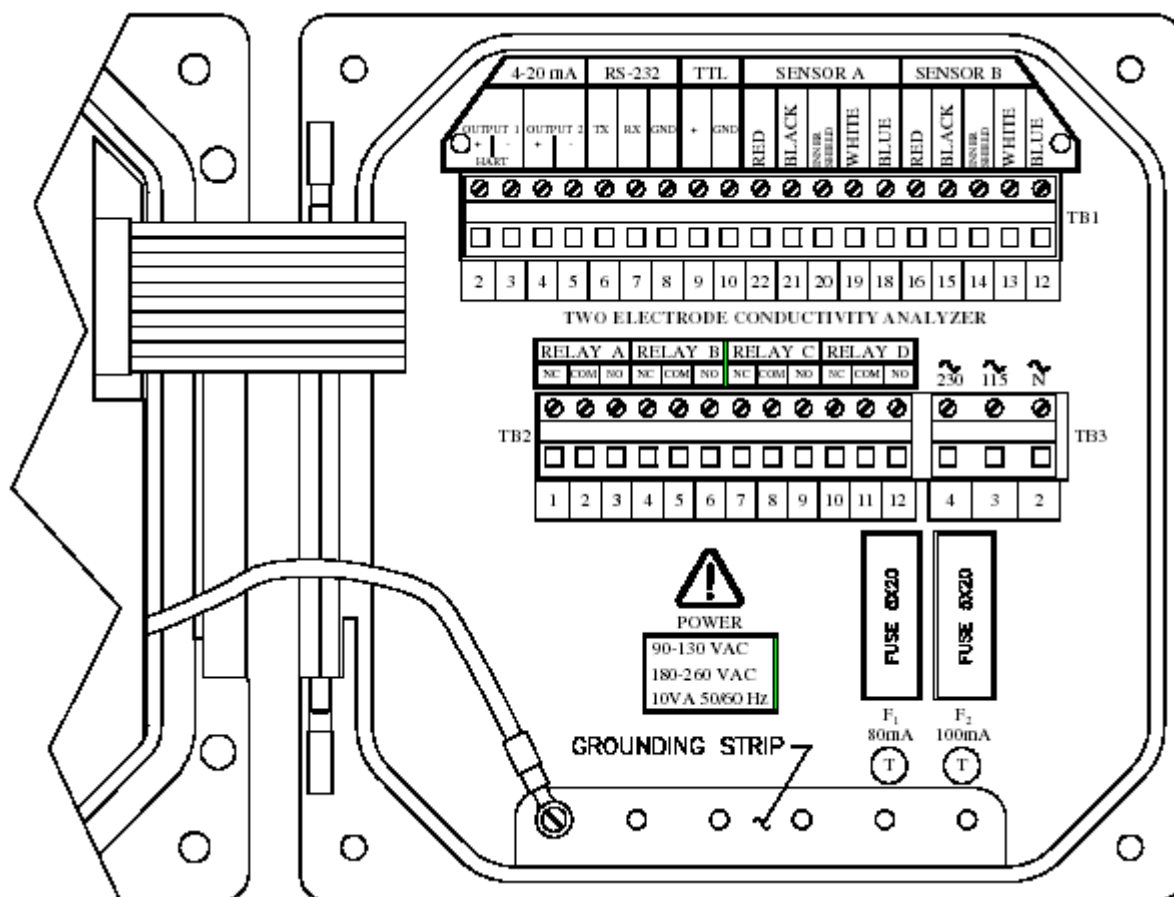

图 2-3 序列号前缀为“B”的测定仪的接线端标识
- 对于序列号前缀为“B”的测定仪,连接到箱体底部的接地带(5 个开孔,如图 2-3 所示)。